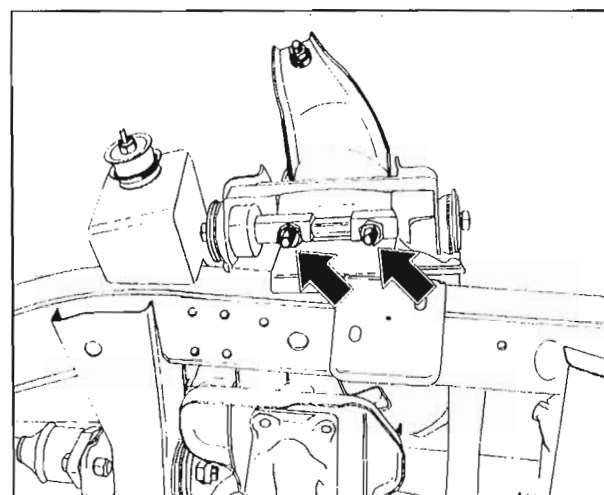

Fig. 10 – Desmontaje de la horquilla superior
- Destornille y retire los dos tornillos (Fig.10) que conectan el vástago de la horquilla superior al soporte en el bastidor, utilizando el adaptador N° 269958904102.